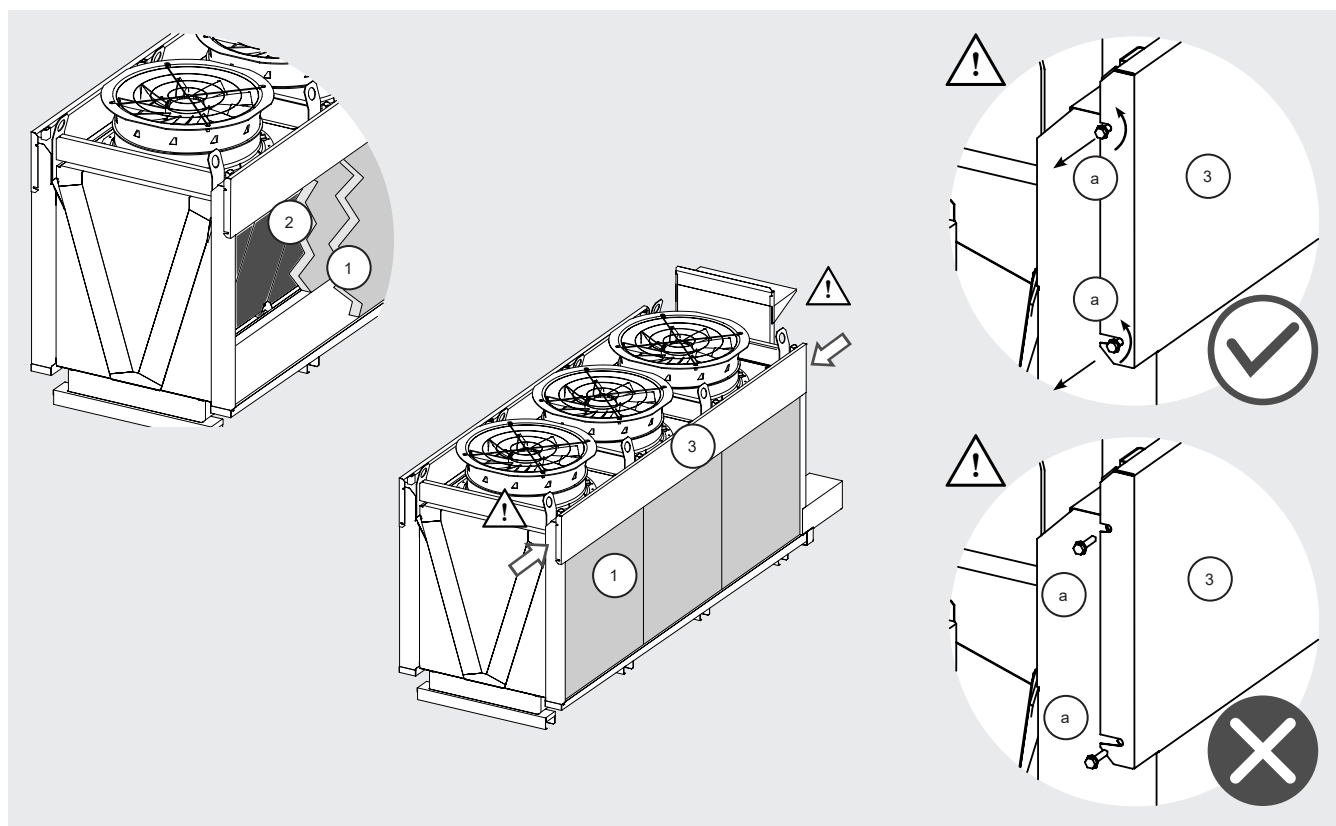

Figura 17
- 12.9.2 Per procedere alla pulizia o sostituzione dei pannelli, è necessario rimuovere prima quelli esterni (1) e poi quelli interni (2). Vedi Figura 17.
- 12.10.4 Svitare le viti di fissaggio del coperchio (3) del vano ugelli secondo la Figura 17. Aprire il vano ugelli sollevando il coperchio (3) come visto al punto 12.9.4.